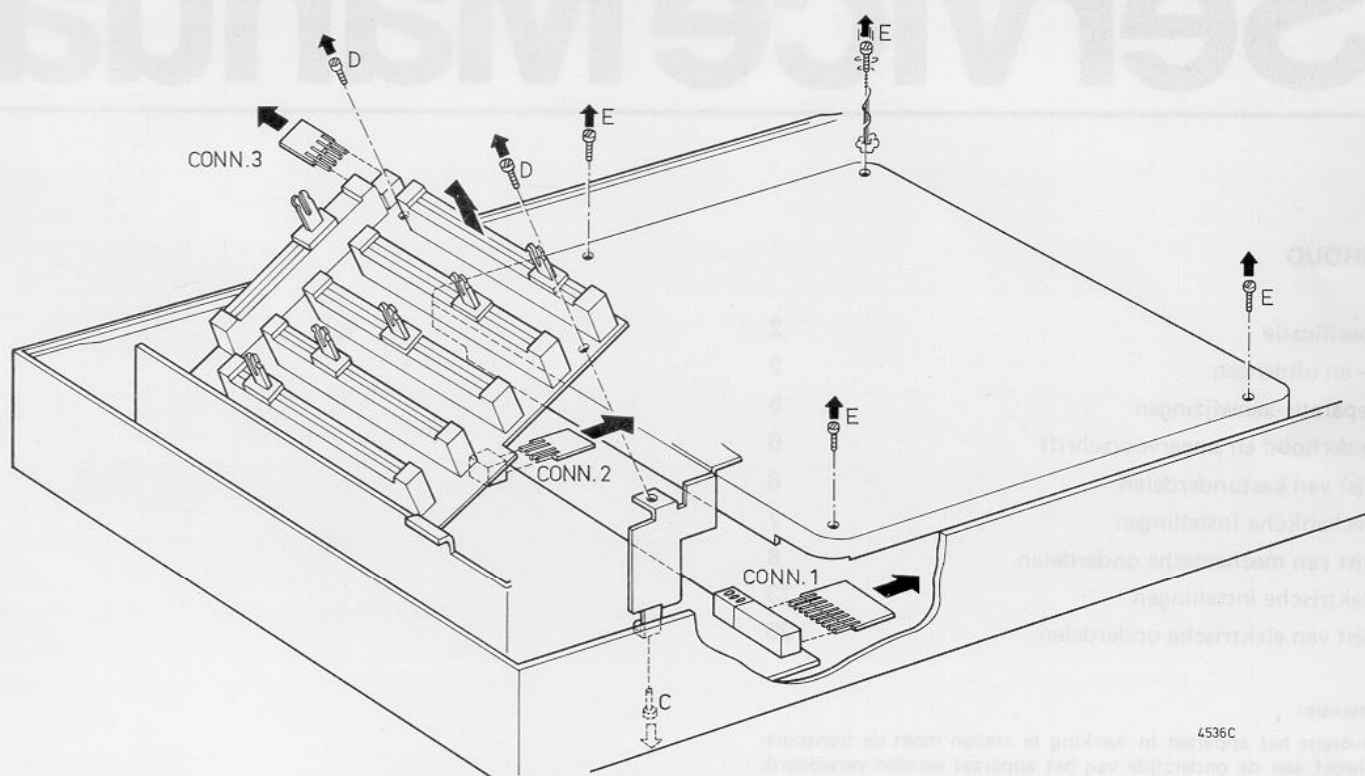

Fig. 3
III. VERVANGEN VAN LOOPWERKONDERDELEN, fig. 3 en 5
- De potentiometerprint is klapbaar na verwijdering van konnektor 3 en 2 schroeven D (fig. 3).